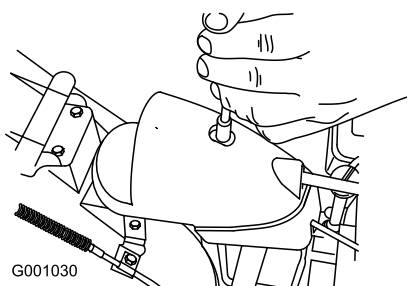

Рисунок 54
1. Снимите крепежные детали на крышке редуктора (Рисунок 54), поднимите переднюю часть крышки и сдвиньте ее дальше назад.